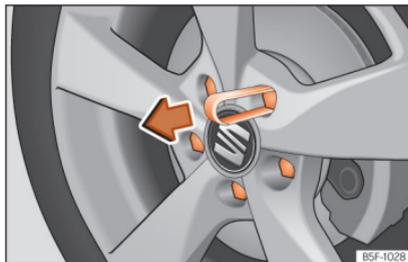

Abb. 68 Abzieher für die Abdeckkappen der Radschrauben.
- Schieben Sie die Kunststoffklammer (Bordwerkzeug) so weit auf die Abdeckkappe, bis sie einrastet » » » **Abb. 68**.